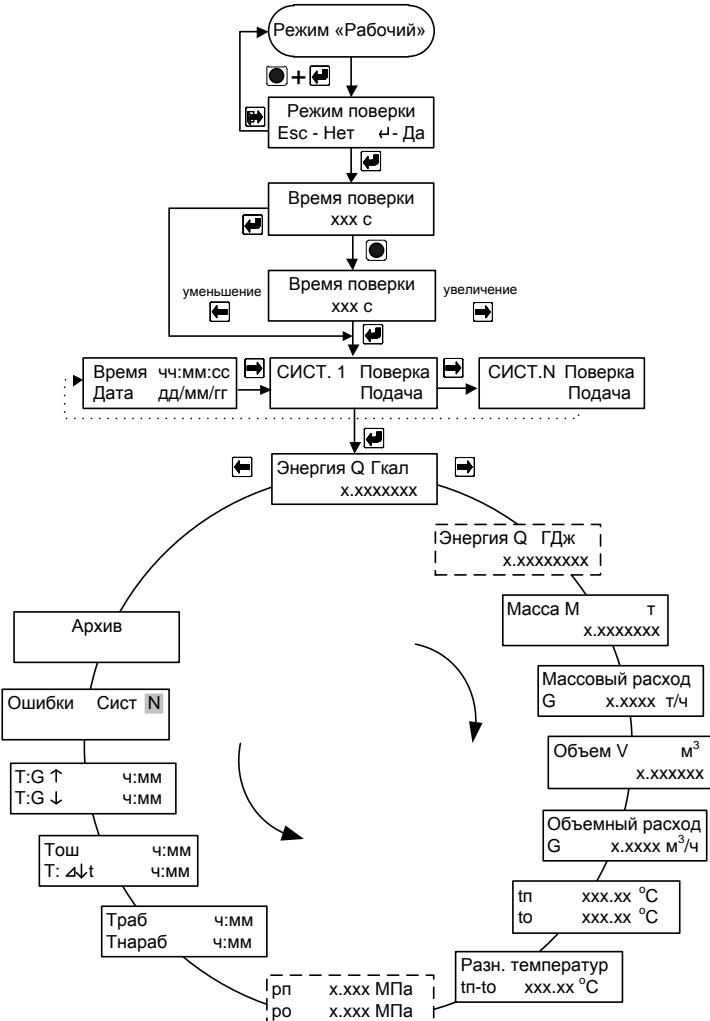

Рис. 7.3
7.4.1 Для входа в режим работы теплосчетчика «Проверка» необходимо, находясь в любом меню режима «Рабочий», **одновременно** нажать кнопки «**служебная**» и «**вход**». Для выхода из режима проверки необходимо, находясь в любом меню режима «Проверка», **одновременно** нажать кнопки «**служебная**» и «**выход**». Порядок перехода между окнами режима «Проверка» изображен на рис. 7.3.
ВНИМАНИЕ ! При входе в меню (см. рис. 7.3):